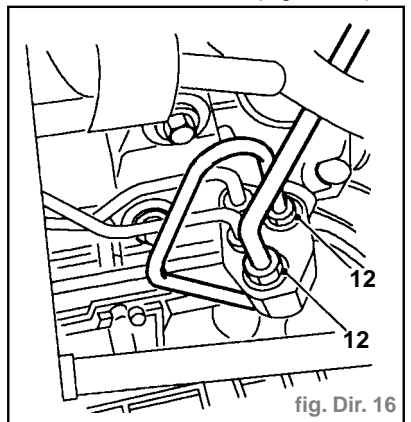

fig. Dir. 16
- Débrancher les raccords union (12) de tuyau d'alimentation et de retour de la crémaillère de direction (Fig. Dir. 16).